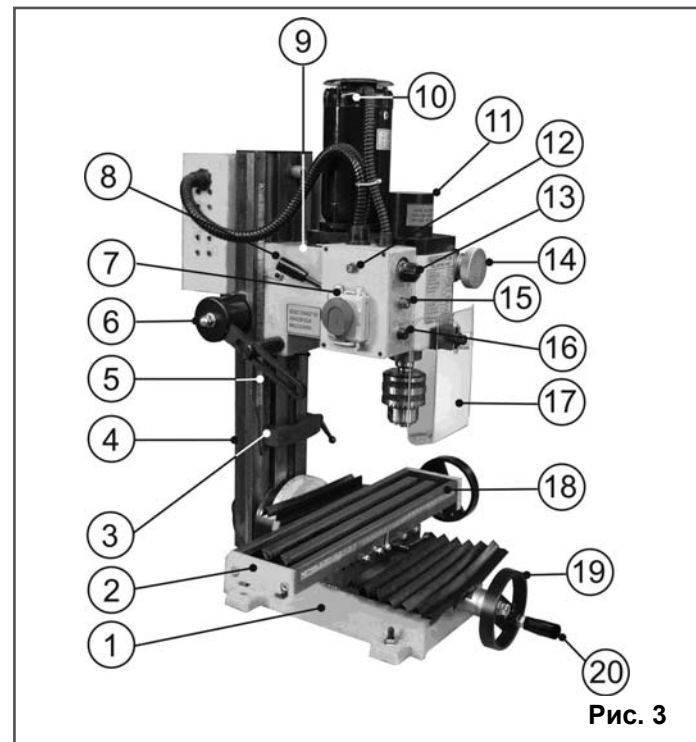
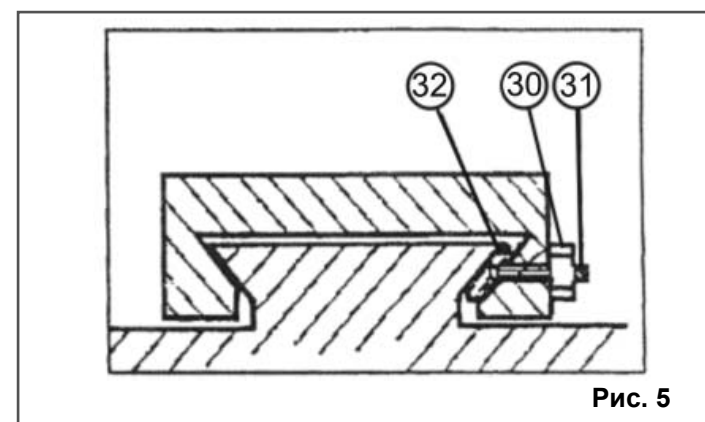

Рис. 3
Рис. 5
7.1. Станок состоит из следующих сборочных единиц и деталей (Рис. 3, 4)
8.2. Сборка маховиков (Рис. 3, 4)
8.3. Установка патрона (Рис. 3, 4)
9.1.1. Равномерно ослабьте все контргайки (30) и винты (31) клина (32), Рис. 5. Закручивая винты (31), Рис. 5, прикладывайте одинаковый крутящий момент к каждому винту. Необходимо удерживать стол (2), Рис. 3.
9.1.2. Если движение затруднено, вывинтите каждый регулировочный винт (31) только на одну четвертую оборота и затяните контргайки (30), Рис. 5.
9.1.4. Если движение слишком свободное, заверните все регулировочные винты (31) на одну восьмую оборота и затяните контргайки (30), Рис. 5. Проверьте еще раз плавность и равномерность продольного перемещения стола.
9.1.5. Затяните все контргайки (30), соблюдая осторожность, чтобы не сместить регулировочные винты (31) клина (32), Рис. 5.
9.1.6. После проведенной регулировки полностью выдвиньте стол (2), Рис. 3, смажьте все сопрягаемые поверхности и резьбу ходового винта.
9.3.1. Регулировка поперечной подачи стола выполняется также, как регулировка продольной подачи стола (см. п. 9.1.). Регулировочные винты находятся на станине (1), Рис. 3.
10.1. Подготовка к работе (Рис. 3, 4)
10.2. Включение (Рис. 3)